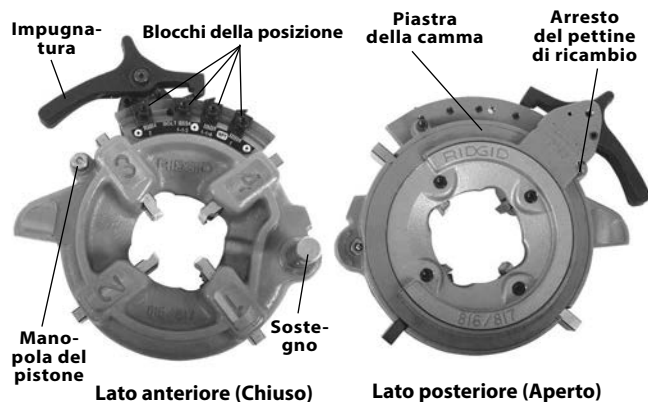

Figura 13 – Teste portapettini semiautomatiche
2. Premere il manico in modo che la piastra della camma sia appoggiata contro l'arresto del pettine di ricambio (Figura 13). Il gruppo della piastra della camma/manico si carica a molla e si sposta quando viene premuto.